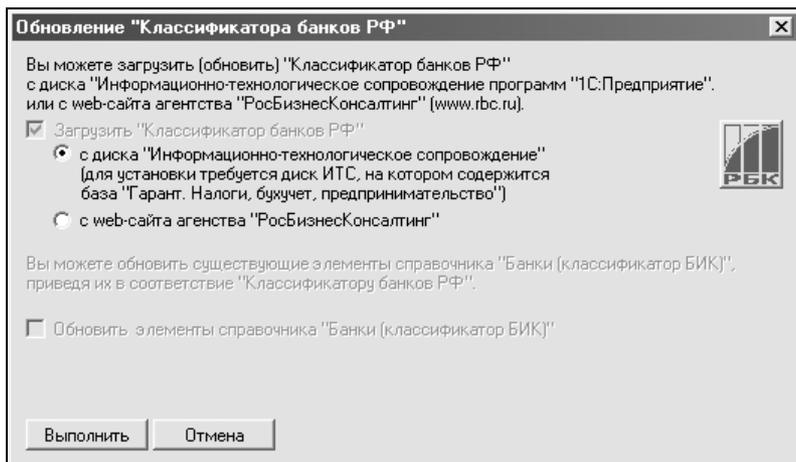

Рис. 1.18. Окно Обновление "Классификатора банков РФ"
2. Добавить справочник из классификатора. Для этого необходимо (см. рис. 1.17) нажать кнопку **Добавить банки из Классификатора банков РФ**. Появится окно **Обновление "Классификатора банков РФ"** (рис. 1.18).